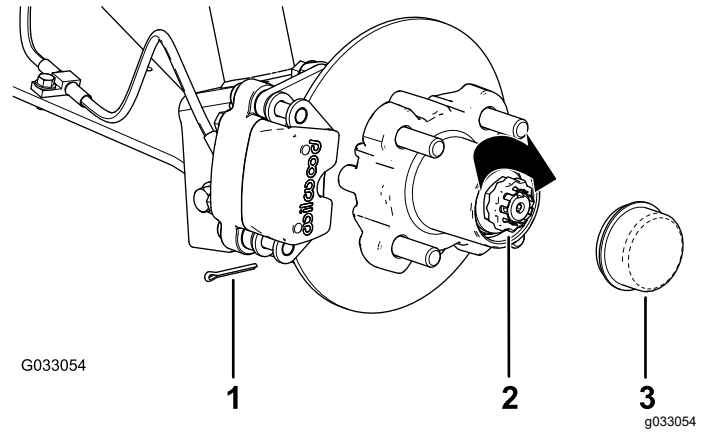

Figure 29
8. Placez le frein d'écrou sur l'écrou et vérifiez que la fente du frein d'écrou et le trou dans la fusée sont alignés et permettent d'insérer la goupille fendue (Figure 29).
9. Insérez la goupille fendue et repliez chaque jambe autour du frein d'écrou (Figure 29).
10. Reposez le couvre-moyeu sur le moyeu (Figure 29).